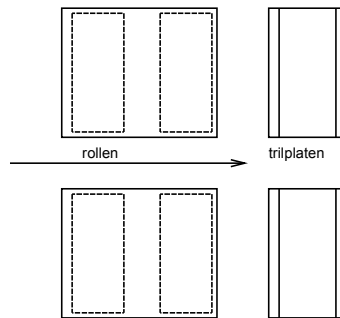

Fig. 6 Opstelling van de rollen en trilplaten
De opstelling van de remmen- en schokdempertestbank omvat de remrollen en de trilplaten. De rollen zijn afgedekt met rijplaten. Zie fig. 6
4) De testrichting van de rollen staat standaard ingesteld op voorwaarts. Dit is zichtbaar aan het oplichten van de bovenste groene lampen van de weergave 'testrichting rollen' (fig. 6).